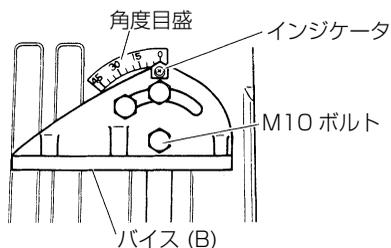

図 8
本機は 45 度までの角度切断ができます。付属の 17 mm スパナで M10 ボルト (3 本) をゆるめ、角度目盛にインジケータを合わせればバイス (B) の角度が設定できます。(図 8 参照)
付属の 17 mm スパナで M10 ボルト (3 本) をはずし (図 8 参照)、バイス (B) を角度目盛 (図 8 参照) 側に移動し 0 目盛に合わせて取付けると、バイスの最大開きは、148 mm にできます。